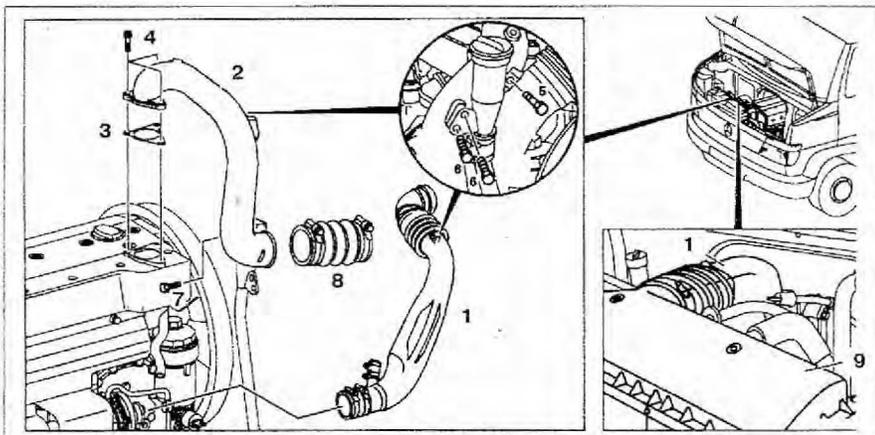

Рис. 3.2. Впускная труба:
1. Снимите трубу 2 подачи сжатого воздуха (рис. 3.2).